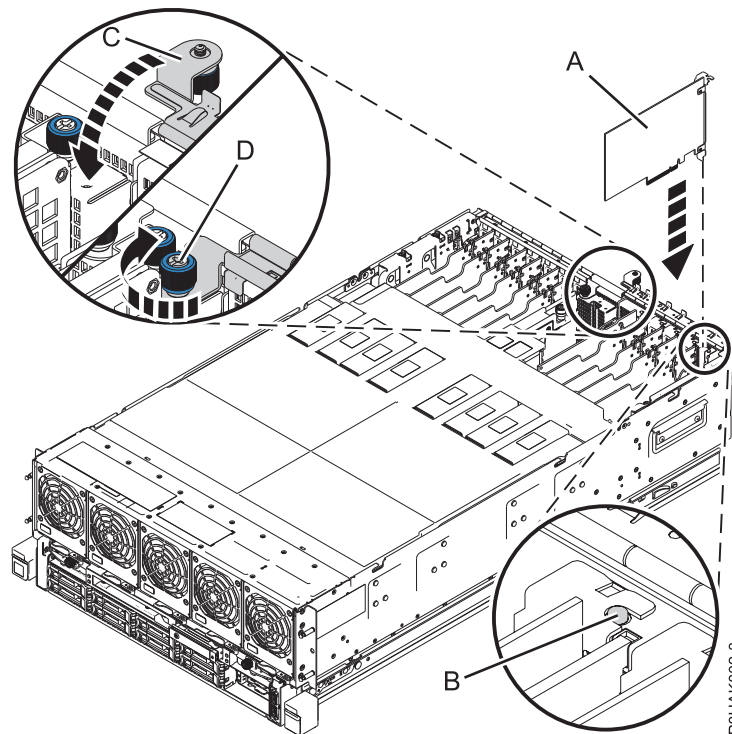

Figura 18. Instalar ou substituir um adaptador PCIe no sistema 8408-44E ou 8408-E8E
7. Agarre cuidadosamente o adaptador pela respectiva aresta superior ou contraponto e alinhe o adaptador com a ranhura e o respectivo conector no painel posterior do sistema (A), conforme demonstrado em Figura 18 na página 28.
9. Certifique-se de que o entalhe do contraponto fixe no pino do chassis do sistema. Consulte (B) na Figura 18 na página 28.
10. Feche a calha de retenção de E/S (C) rondando-a para baixo e, em seguida, apertando o parafuso de aperto manual (D) até este estar fixo ao chassis do sistema. Consulte a Figura 18.